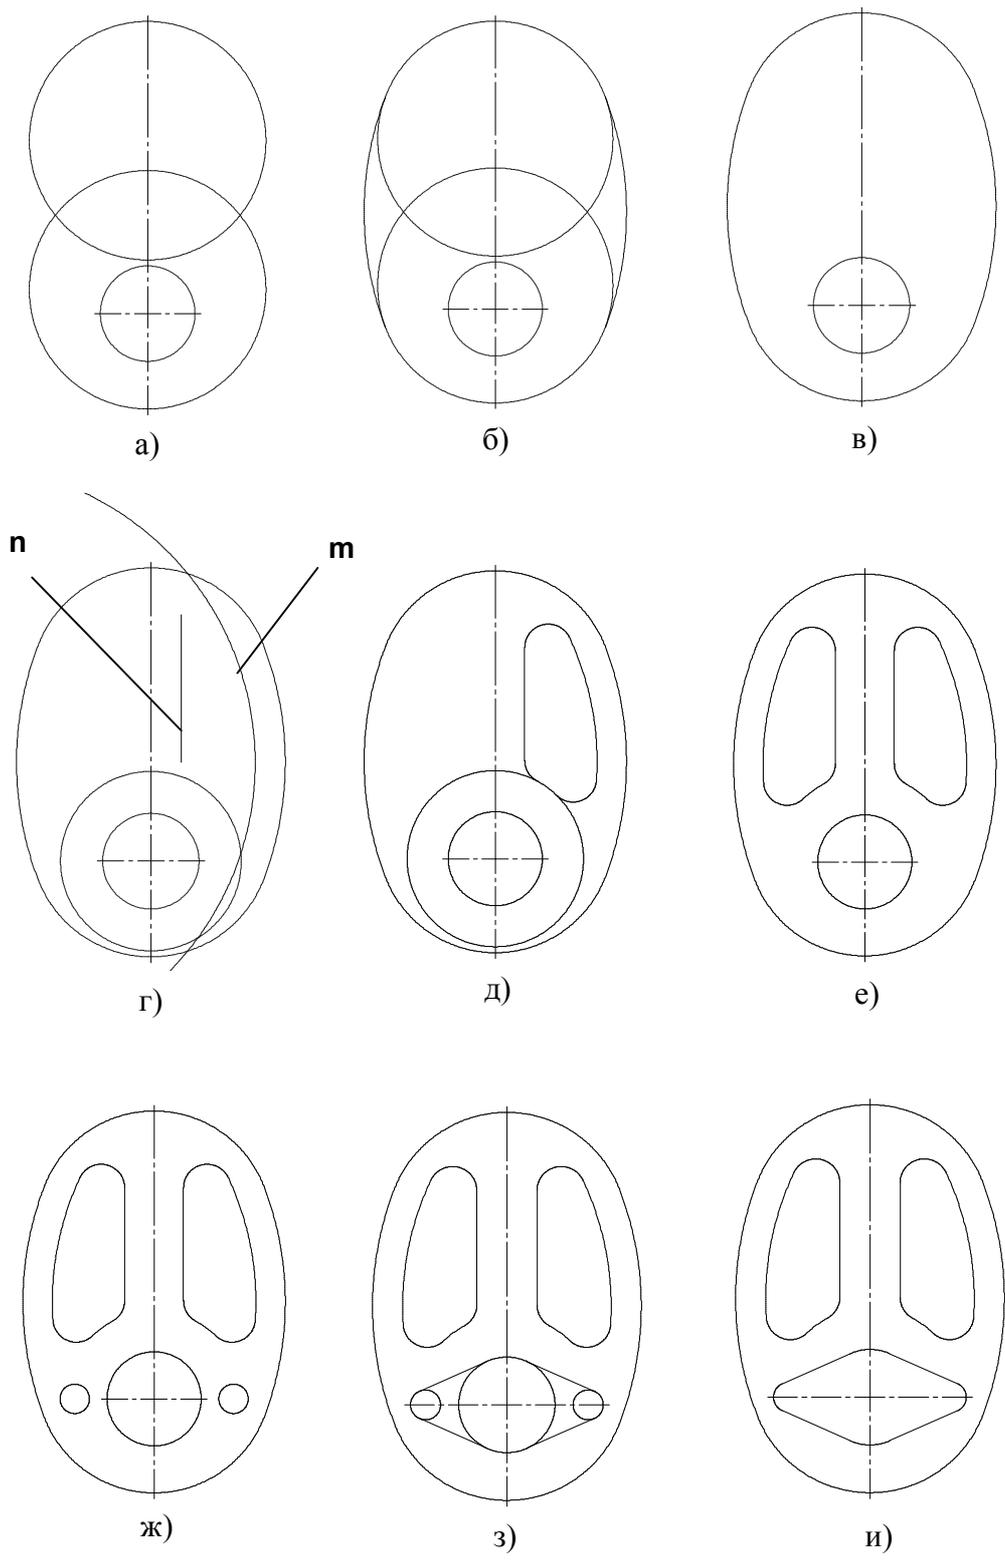

Рис. 2.12. Последовательность выполнения лабораторной работы
2. Изобразить осевые линии (рис.2.12а).
- б) щелкнуть по пиктограмме **Отрезок**, задать стиль линии **Осевая**, а затем изобразить осевые линии (рис. 2.12а). При форми-
3. Изобразить заданные окружности (рис. 2.12а). Для точного указания точек использовать объектную привязку **Пересечение**. Для этого щелкнуть на кнопке  – **Установка глобальных привязок** и в открывшемся окне установить опцию **Пересечение**.
4. Построить окружности, касательные к заданным окружностям (рис. 2.12б). Для этого использовать команду  – **Касательная окружность к двум кривым** (см. п 2.2.2).
5. Удалить ненужные части окружностей. Использовать команду  – **Усечь кривую** панели **Редактирования** (рис. 2.12 в) (см. п. 4.1.7).
6. Построить дугу окружности **m** на заданном удалении от внешнего контура и прямую **n**, параллельную вертикальной оси симметрии (рис. 2.12 г). Использовать команду  – **Эквидистанта кривой** панели **Геометрия**.
7. Построить сопряжения между прямой **n** и дугой окружности **m**. Для построения сопряжений использовать команду  – **Скругление** (рис. 2.12 д, ж) (см. п. 2.2.3).
8. Построить окружности и касательные к ним. Для построения касательных использовать опцию  – **Отрезок, касательный к двум кривым** (рис. 2.12з, и) (см. п 2.2.1).
9. Удалить ненужные части окружности с использованием команды  – **Усечь кривую** (рис. 2.12к).
10. Установить точность размерных надписей – число знаков после запятой 0 (рис. 2.12) (см. п 2.1.2). Выполнить изображения размеров.